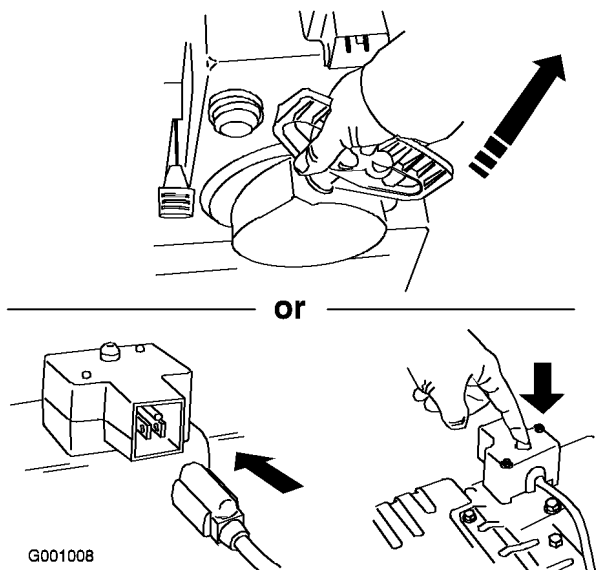

Bild 25
7. Lassen Sie die Schneefräse mit dem Rücklaufstarter oder dem elektrischen Anlasser an (Bild 25).